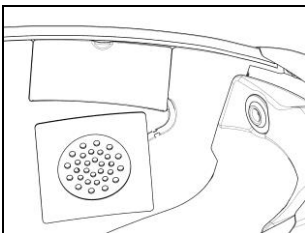

Fig. 10
- Posizionare l'altoparlante sinistro nella sua sede, inserendo il cavo nell'apposita scanalatura. Se necessario, fissare l'auricolare utilizzando l'adesivo fornito in dotazione (Fig. 10).